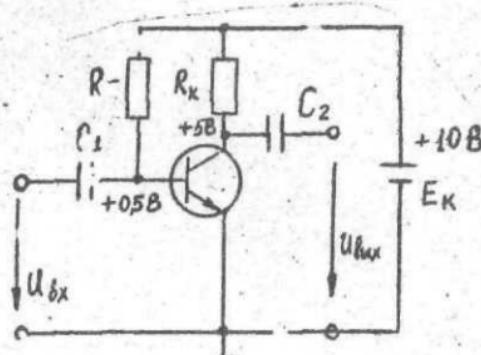

Рис. 3.5. Усилительный каскад с общим эмиттером
Принципиальная схема усилительного каскада с общим эмиттером приведена на рис. 3.5. Напряжение  $U_{bx}$  — от источника с переменной
На рис.3.5 показано приблизительно распределение потенциалов (потенциальная диаграмма усиительного каскада) в различных точках каскада. Так если  $E_K = +1 \text{ В}$ , то потенциал коллектора  $\varphi_K = +5 \text{ В}$ , потенциал базы  $\varphi_B = +0,5 \text{ В}$ . Для расчета остальных параметров усилителя необходимо определить  $h$ -параметры по соответствующим характеристикам вблизи рабочей точки. И с их помощью можно рассчитать:
4. Рассчитать основные параметры ( $K_{V_{xx}}$ ,  $R_{Bx}$ ,  $R_{Byx}$ ) усилителя, изображенного на рис. 3.5 для  $R_H = \infty$  и  $R_H = 1,5 \text{ к}\Omega$ . Данные для расчетов представлены в табл. 2.